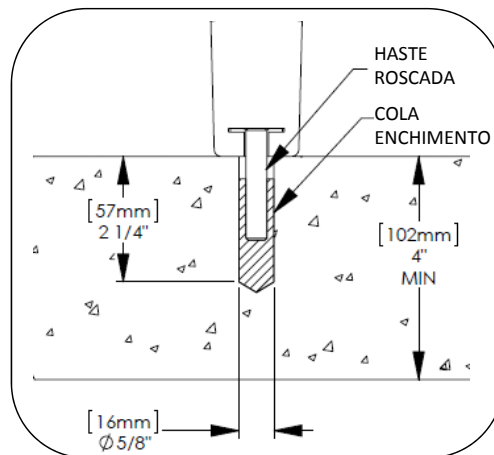

Fig. 2
4. Mova a unidade e faça os buracos de acordo com as recomendações do fabricante da cola de ancoragem ou Fig.2. Limpe os orifícios de detritos.